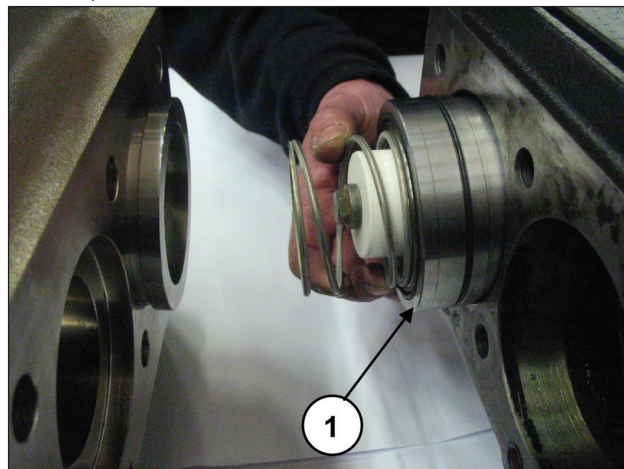

Рис. 159
Поворачивая вал, сдвиньте направляющую поршня так, чтобы калибр-пробка, сдвигаясь в свою очередь, выдавил опору уплотнений, пружину и весь блок поршня (поз. ①, Рис. 159).